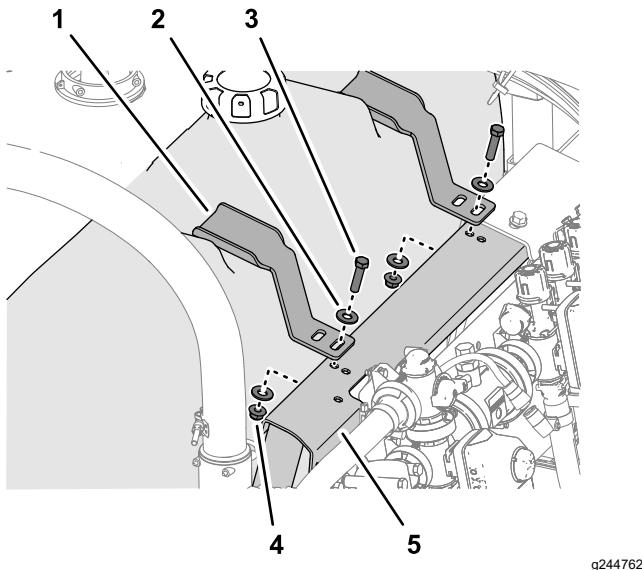

図 16
1. すすぎタンク上部についている突起に固定ブラケットを合わせる図 16。
2. 固定金具のスロットを、バルブマウントの穴に合わせる図 16。
3. 固定金具をバルブマウントに仮止めする図 16 すすぎタンクを取り外す(ページ 6)で取り外したボルト $\frac{3}{8} \times 1\frac{1}{2}$ "1本、ワッシャ $\frac{3}{8}$ "2枚、フランジロックナット $\frac{3}{8}$ "1個を使用する。
4. すすぎタンク用のもう1つの押さえ金具についても13の作業を行う。図 16